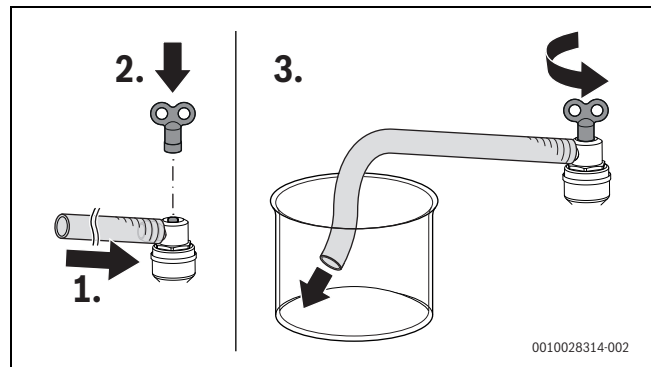

Bild 84 Warmwasserkreis und Heizkreis entlüften
- ▶ Schlauch in ein Gefäß (z. B. Flasche) leiten (→ Bild 84 und Bild 5, Seite 9).